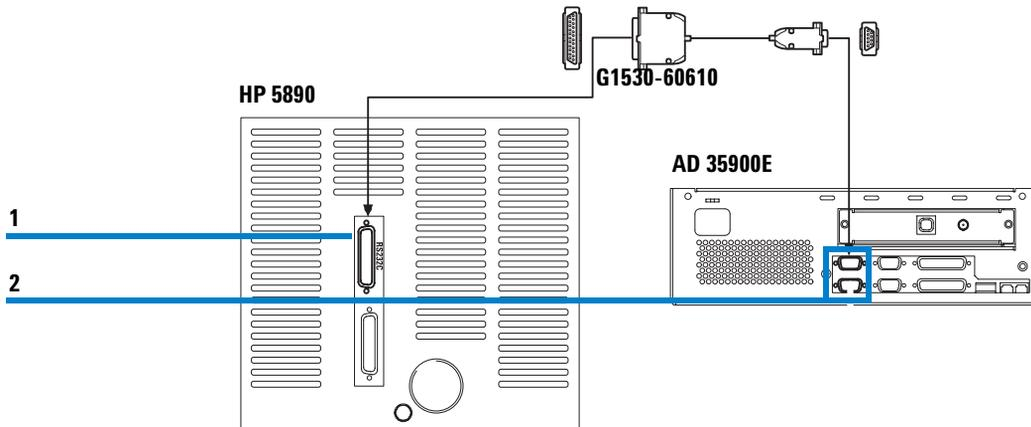

Figura 8 Collegamento dell'RS232C all'HP 5890
- 1 Collegare il cavo RS232 dall'ADC all'HP 5890 come mostrato nella Figura 8.